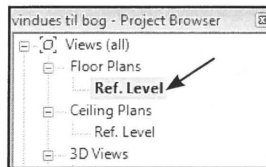

Fig. 08.45. Dobbeltklik på *Ref. Level* i *Project Browseren*.
- Stå i *Ref. Level* i *Project Browseren* (Fig. 08.45).